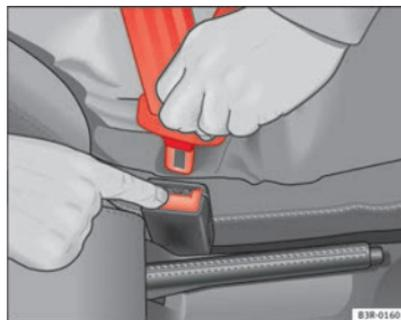

Fig. 15 Soltar a lingueta do fecho do cinto
- Premir o botão vermelho existente no fecho do cinto ⇒ Fig. 15. A lingueta solta-se para fora do fecho ⇒ .